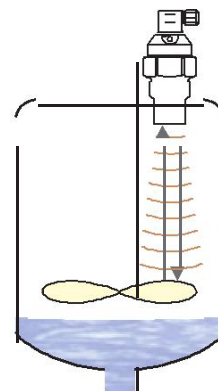

Рис. 17: Неправильное отражение от лопастей мешалки
- Не рекомендуется устанавливать уровнемер в местах, где возможны неправильные отражения ультразвукового сигнала от лопастей мешалки (рис. 17).